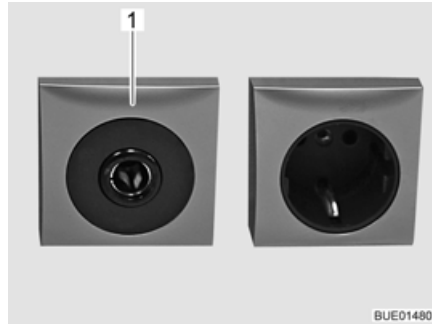

Fig. 136 Prise de courant 12 V/10 A
- ▷ Ne brancher aux prises de courant (Fig. 136,1) du réseau de bord 12 V que des appareils de maximum 10 A.